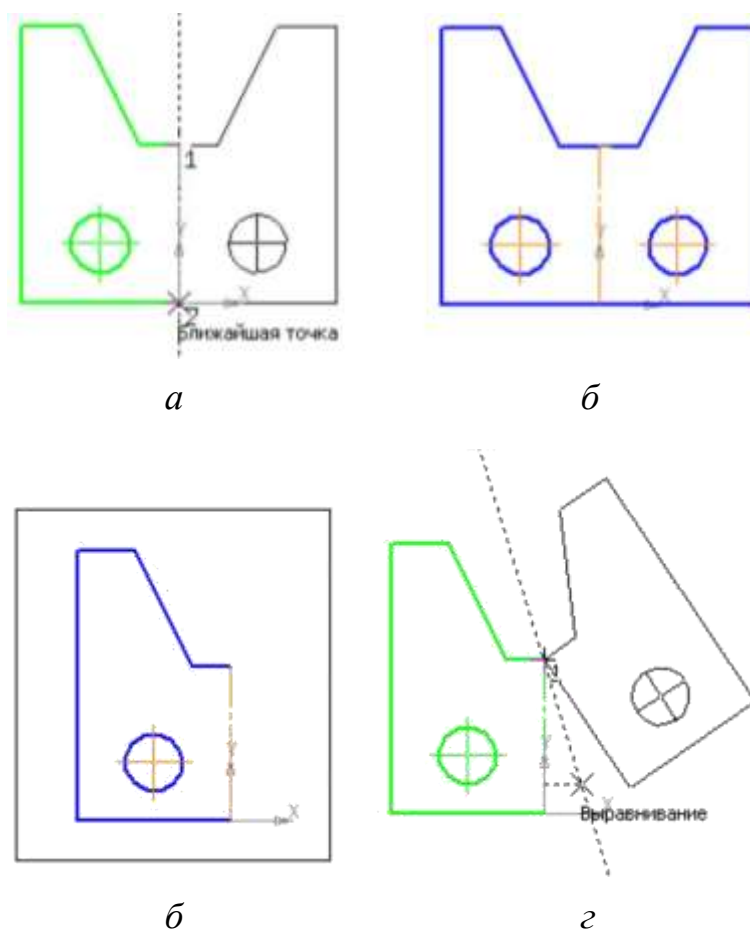

Рис. 7.3
➤ Для построения полного изображения детали на **Компактной** панели выберите кнопку переключения  – **Выделение**, команда  – **Выделить рамкой**. Обведите рамкой построенное изображение (рис. 7.3, а). Выделенный объект изменит цвет.
- Укажите первую точку на оси симметрии (рис. 7.3, б).
- Укажите вторую точку на оси симметрии (рис. 7.3, в).
- Снимите выделение щелчком **ЛКМ** по экрану (рис. 7.3, г).